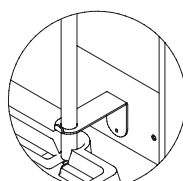

Рис. 3
Установите нижний левый поддон и опустите трубку обратного слива ⑤ в поддон – положение 2 (Рис. 3).
Установите средний правый поддон и опустите трубку обратного слива ⑪7 в поддон – положение 2 (Рис. 3).